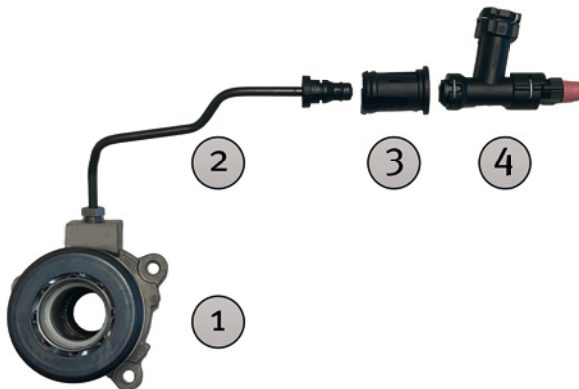

Imagen 1: Retire los componentes y deséchelos correctamente
**Imagen 1:** Retire el cilindro esclavo concéntrico antiguo (1), la línea de conexión (2), el manguito de plástico (3) para la alimentación de la línea a través de la carcasa de la caja de cambios y el adaptador (4), y deséchelos adecuadamente.